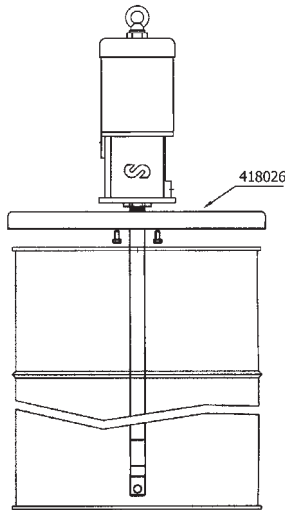

Fig. 2
- Mounting with reinforced cover (418026 for 185 kg drum and 418025 for 50 kg drum). Insert the pump through the cover and fasten it with the enclosed screws. Insert the pump through the bung opening and fasten the cover onto the drum firmly (see figure 2).
- Montage avec couvercle renforcé (418026 sur fût de 185 kg et 418025 sur tonnelet de 50 kg). Introduire la pompe par le couvercle et la fixer à l'aide des vis fournies. Fixer fermement le couvercle sur le fût/ tonnelet (voir figure 2).
- Montage mit verstärktem Deckel (418026 für 185kg-Fass und 418025 für 50kg-Fass). Pumpe durch den Deckel einführen und mit den beiliegenden Schrauben befestigen. Dann die Pumpe durch das Spundloch in das Fass einführen und den Deckel gut am Fass befestigen. (Siehe Bild 2)